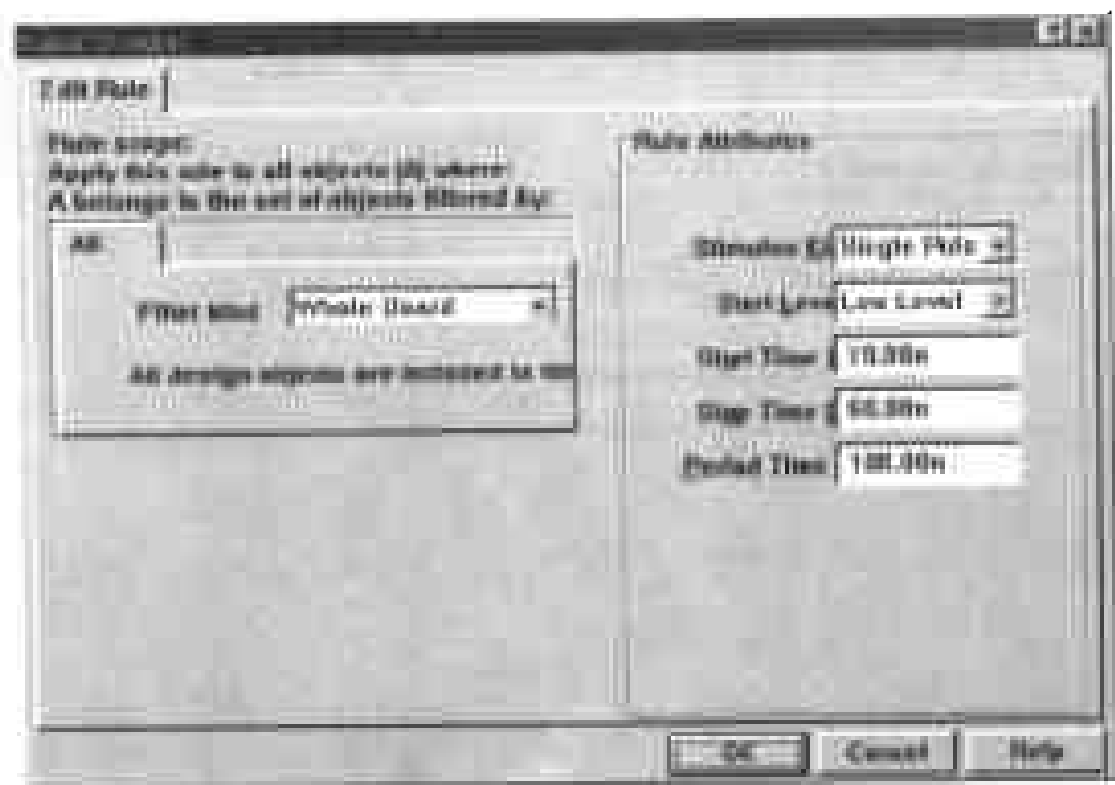

图 9-50 设置激励信号的对话框
(1) 选择 Design > Rules,在弹出的 Design Rules 对话框中单击 Signal Integrity 标签,然后在对话框的 Rule Classes 列表框中单击 Signal Stimulus,在对话框下部的方框中将显示 Scope, Kind, Level, Start Time, Stop Time 和 Period Time 6 个栏目。
(2) 在对话框下部单击 Add 命令按钮,弹出如图 9-50 所示的对话框,供用户设置新的设计规则。
(3) 在对话框左边单击 Filter kind 选项的下拉列表框,在弹出的下拉列表中包含了 Whole Board, Net Class 和 Net 3 个选项,供用户设置此规则的适用范围,此选项的取值在 Design Rules 对话框下部的方框中对应着 Scope 栏。
(4) 在对话框右边单击 Stimulus Kind 选项的下拉列表框,在弹出的下拉列表中包含 3 个选项: